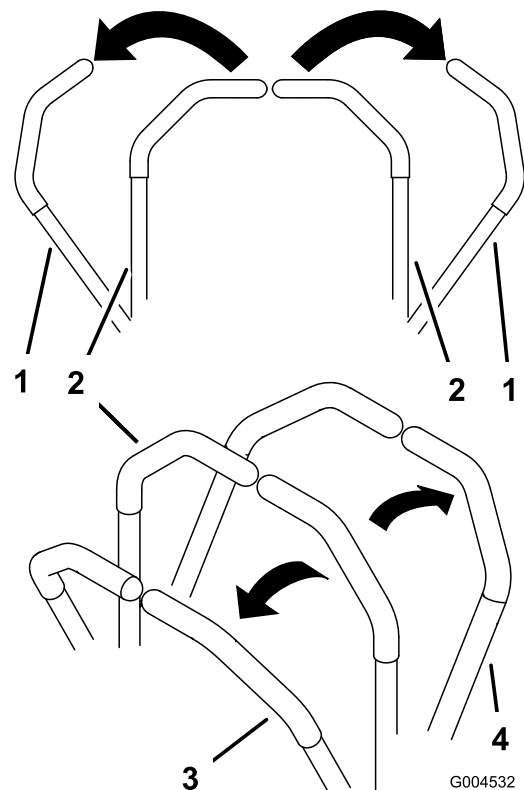

Figure 15
- Pour vous déplacer en marche avant, poussez doucement les leviers de commande de déplacement vers l'avant (Figure 15).
Pour vous déplacer en ligne droite, appliquez une pression égale sur les deux leviers de déplacement (Figure 15).
Pour tourner, rapprochez du point mort le levier de commande correspondant à la direction que vous voulez prendre (Figure 15).
2. Pour vous déplacer en marche arrière, tirez doucement les leviers en arrière (Figure 15).
Pour tourner, relâchez le levier de commande correspondant à la direction que vous voulez prendre (Figure 15).